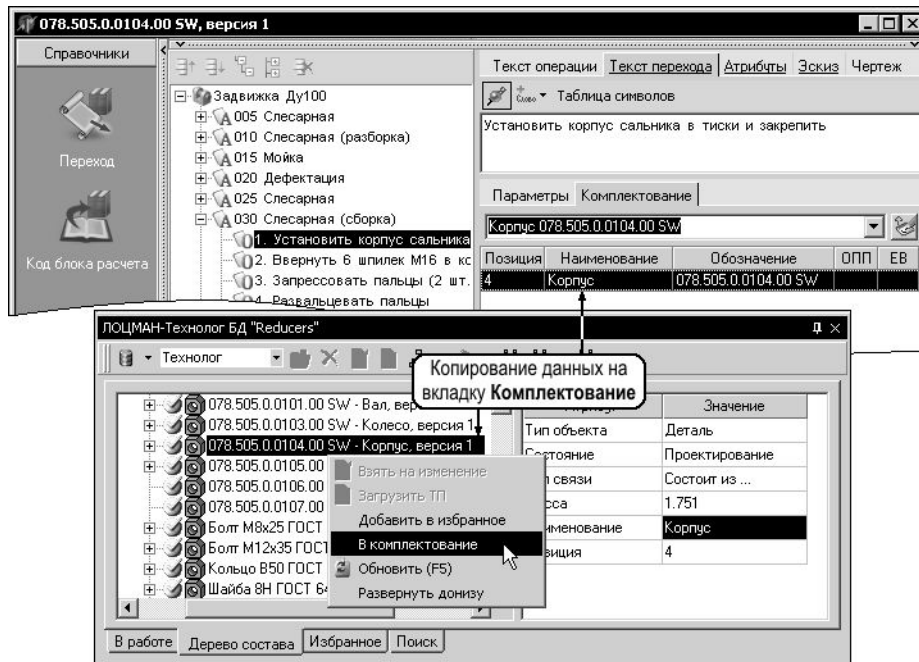

Рис. 12.11. Копирование данных из дерева объектов ЛОЦМАН:PLM на вкладку **Комплектование**
5. Командой **В комплектование** контекстного меню скопируйте данные о выделенном объекте на вкладку **Комплектование** ВЕРТИКАЛЬ-Технология (рис. 12.11).